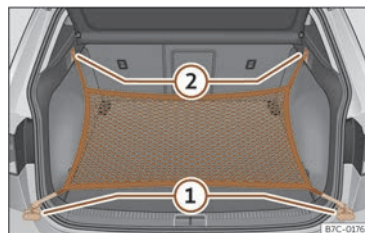

Fig. 166 En el maletero: argollas (1) y ganchos (2) para enganchar la bolsa de red.
- Fije los ganchos cortos de la red en las argollas de amarre >>> **fig. 166** ① >>> ⚠. La cremallera de la bolsa tiene que quedar hacia arriba.
- Fije las cintas en los ganchos para colgar bolsas ②.